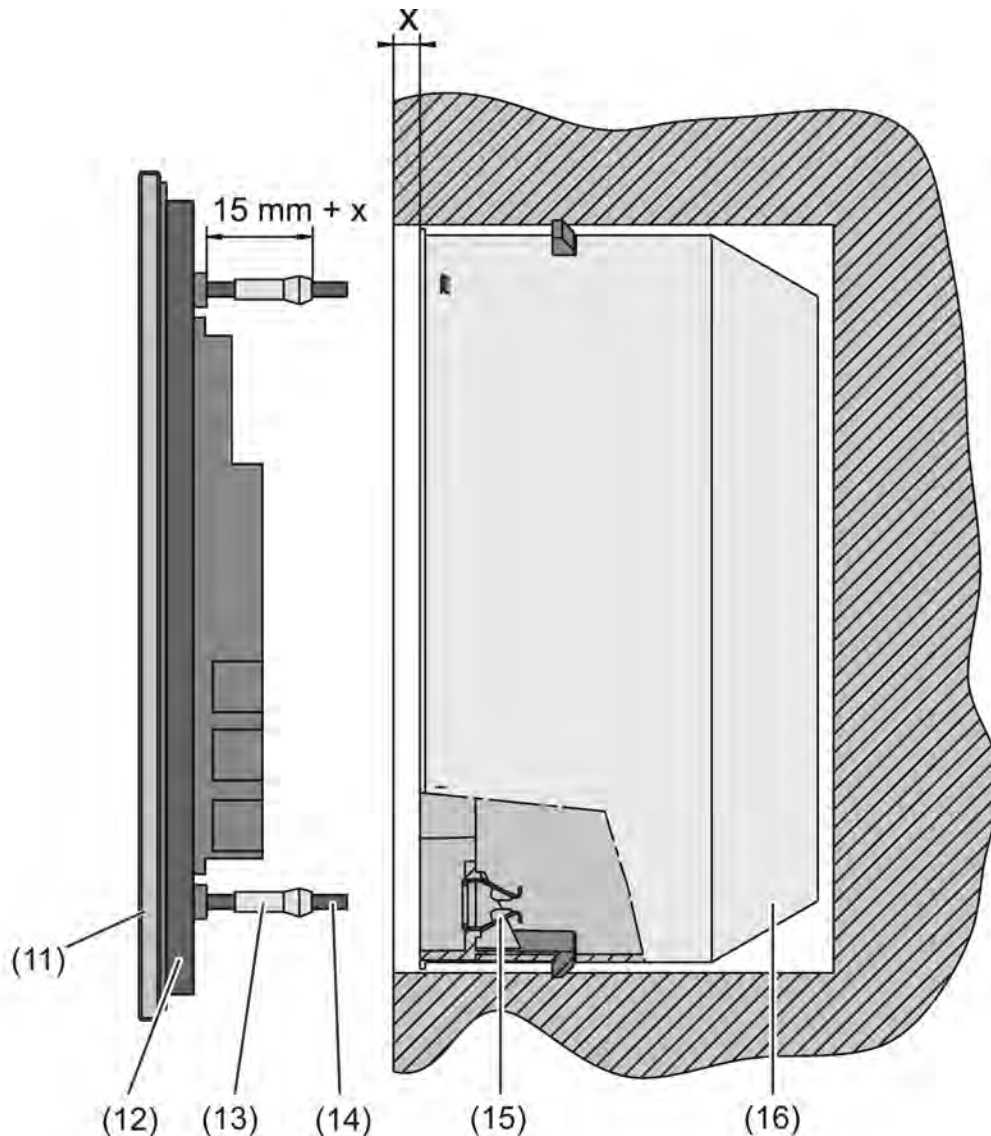

Bild 4: Befestigung auf Unterputz-Einbaudose
- Wenn erforderlich, Putzausgleich ausmessen (Bild 4). Die Verstellung der Haltezapfen (13) auf den Gewindestiften (14) erlaubt bei tiefer sitzenden Einbaudosen einen Putzausgleich bis zu 20 mm. Die Haltezapfen um den Putzausgleich **x** herausschrauben, so dass diese einen Abstand von 15 mm + x von der Buchse für die Gewindestifte aufweisen.